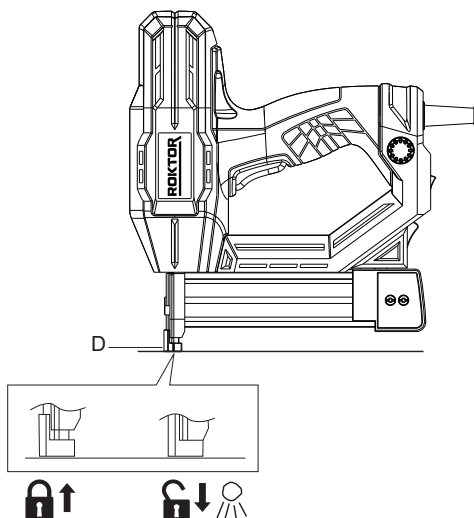

Fig. 3
2. OPERATING THE TOOL (See Fig. 3)